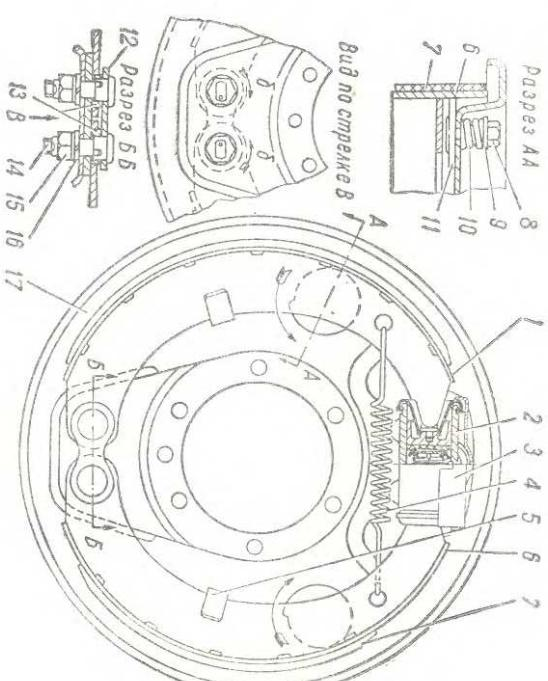

Рис. 64. Рабочий тормоз:
- 3 Нажимая на педаль тормоза с силой 12–16 кН (12–16 кгс), повернуть опорные пальцы в направлении, указанном стрелками «б» (рис. 64), так, чтобы нижняя часть накладки касалась тормозного барабана.